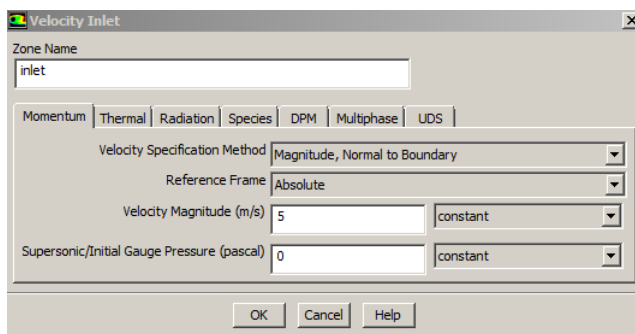

Рис. 32 – Настройка граничного условия входа
**Шаг 4.** Для настройки граничных условий необходимо перейти во вкладку *Boundary Conditions* (граничные условия). Здесь отображаются все границы, ранее выделенные в сеткогенераторе. Для настройки входа в списке граничных условий нужно выбрать *inlet*, проверить, что типом данного граничного условия является *velocity-inlet* (вход с заданием скорости потока), нажать кнопку *Edit* и в появившемся окне (рис. 32) задать следующие параметры: